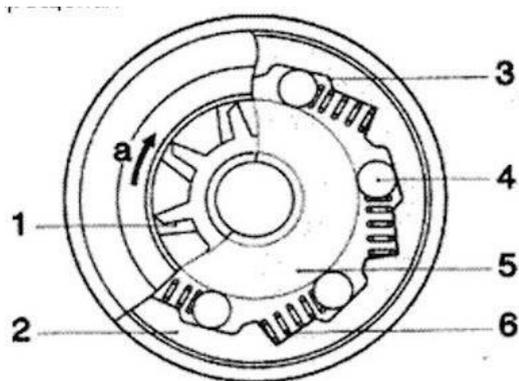

Рис.9
12. Объясните устройство обгонной муфты (Рис.9).